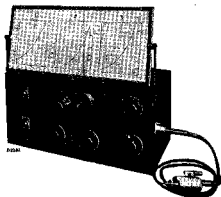

Abb. 1
- 1) Serviceoszillator Typ G.M. 2880 F (Abb. 1).